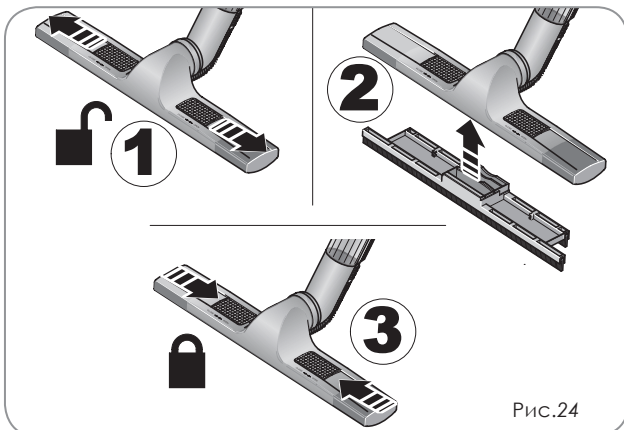

Рис.24
Для того, чтобы правильно установить сменный блок: разблокируйте крепежные элементы (1), установите сменный блок (2) и закройте крепежные элементы (3). (Рис.24)